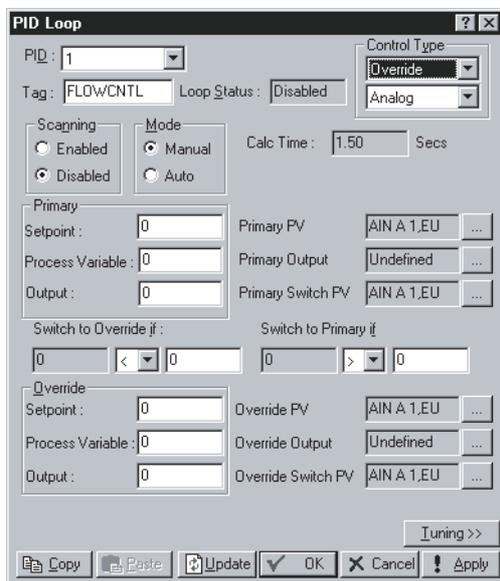
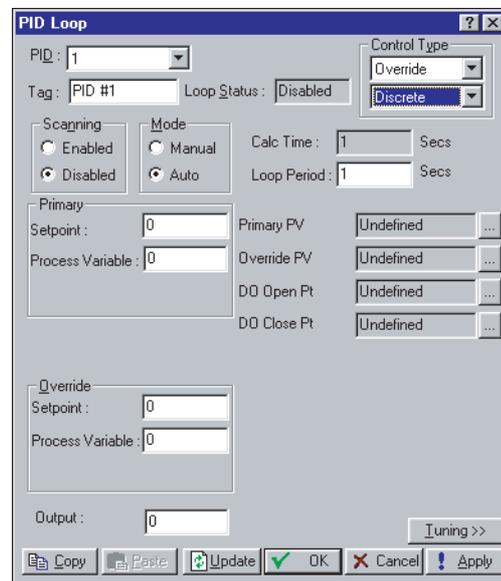
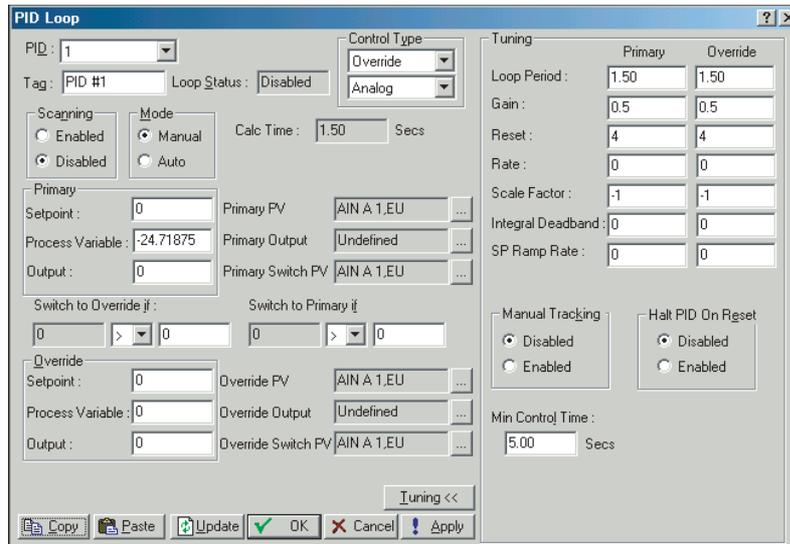

Figura 6-8. Loop PID - AI Override
Figura 6-9. Loop PID - DO Override
Figura 6-10. Exemplo de Configuração do Loop PID
1. Selecione Configure > Control > **PID**. Consulte a Figura 6-8 e a Figura 6-9.
3. Clique em **Tuning** na tela PID Loop. Consulte a Figura 6-10.
Quando utilizar o botão **Tuning** na tela PID Parameters mostrada na Figura 6-8, uma caixa de diálogo será apresentada permitindo a configuração do loop Primary. Consulte a Figura 6-10.
Quando utilizar o botão **Tuning** na tela PID Parameters mostrada na Figura 6-8, uma caixa de diálogo será apresentada permitindo a configuração do loop Override. Consulte a Figura 6-10.